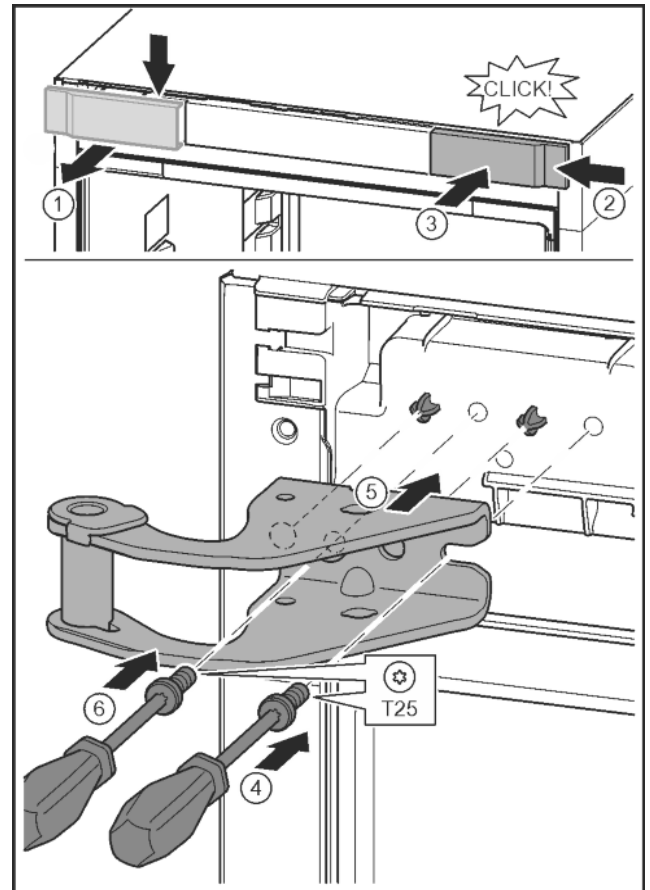

Fig. 16
- ▶ Abdeckung lösen und seitlich abnehmen. Fig. 16 (1)
- ▶ Abdeckung um 180° gedreht auf der anderen Seite von rechts einhängen. Fig. 16 (2)
- ▶ Abdeckung einrasten. Fig. 16 (3)
- ▶ Schraube mit Schraubendreher T25 ansetzen. Fig. 16 (4)
- ▶ Oberen Lagerbock ansetzen. Fig. 16 (5)
- ▶ Schraube festdrehen. Fig. 16 (7)
- ▶ Schraube mit Schraubendreher T25 einsetzen und festdrehen. Fig. 16 (8)